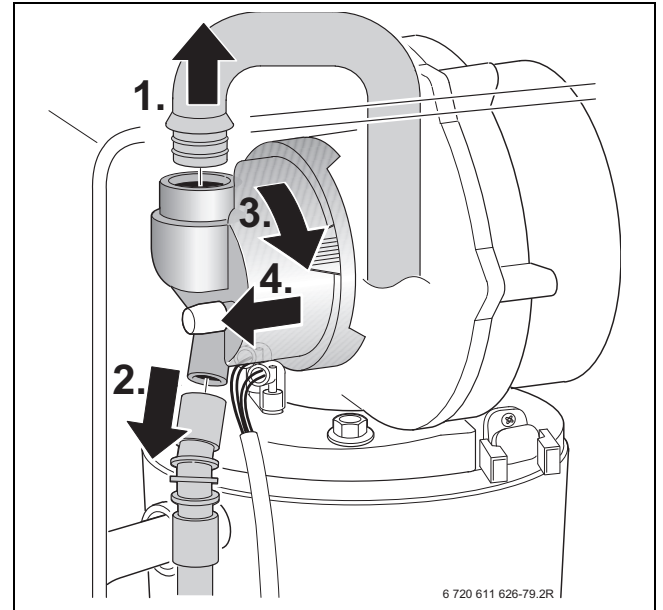

Bild 49
- ▶ Saugrohr ausbauen und Gasrohr an der Mischeinrichtung abziehen, → Bild 49.
- ▶ Mischeinrichtung [1] nach Bild 49 ausbauen.